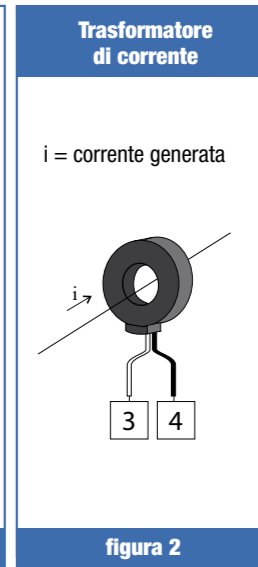

figura 2
- Il verso della corrente generata (i) è illustrato in figura 2 (corrente entrante nel trasformatore di corrente dal lato indicato sull'etichetta)